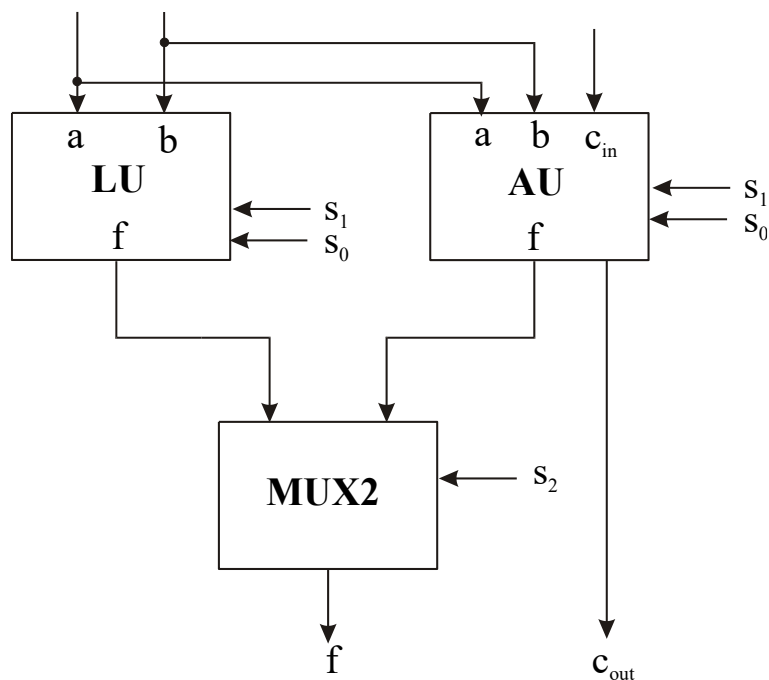

Bild 3 Zerlegung von ALU1 in eine Logik-Unit (LU) und eine Arithmetic-Unit (AU).
ALU1 lässt sich nach Bild 3 weiter zerlegen in eine Logic Unit (LU) und eine Arithmetic Unit (AU). Durch einen 2-zu-1-Multiplexer MUX2 wird über die Steuerleitung s_2 das logische oder arithmetische Ergebnis an den Ausgang f von ALU1 durchgeschaltet.